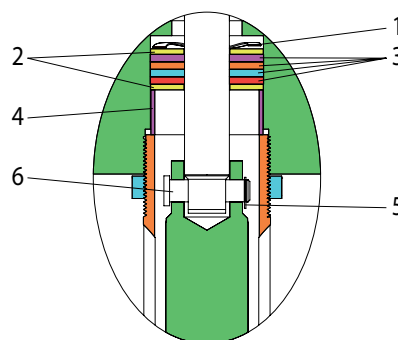

Figura 2
- Desaperte a porca de bloqueio (90571) e desapertar a bomba inteira do motor do ar. Isto irá expor o pino do conector (6) (ver figura 2).
- Remova o anel de retenção (5) e pino do conector (6) para liberar a haste de pistão de motor de ar da haste de pistão de bomba inferior.
- Remova o espaçador (4), máquina de lavar roupa (2), quatro (3) embalagens, máquina de lavar roupa (2) e (1) ondulada arruela da cavidade motor ar (ver figura 2).